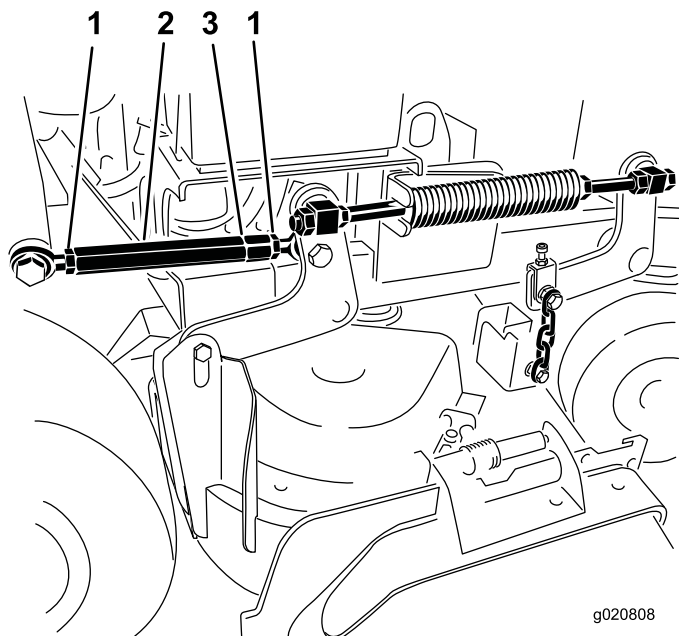

Figura 85
4. Afloje las contratuercas en ambos extremos del tensor (Figura 85).
Nota: El extremo del tensor que tiene la muesca tiene rosca a izquierdas (Figura 85).